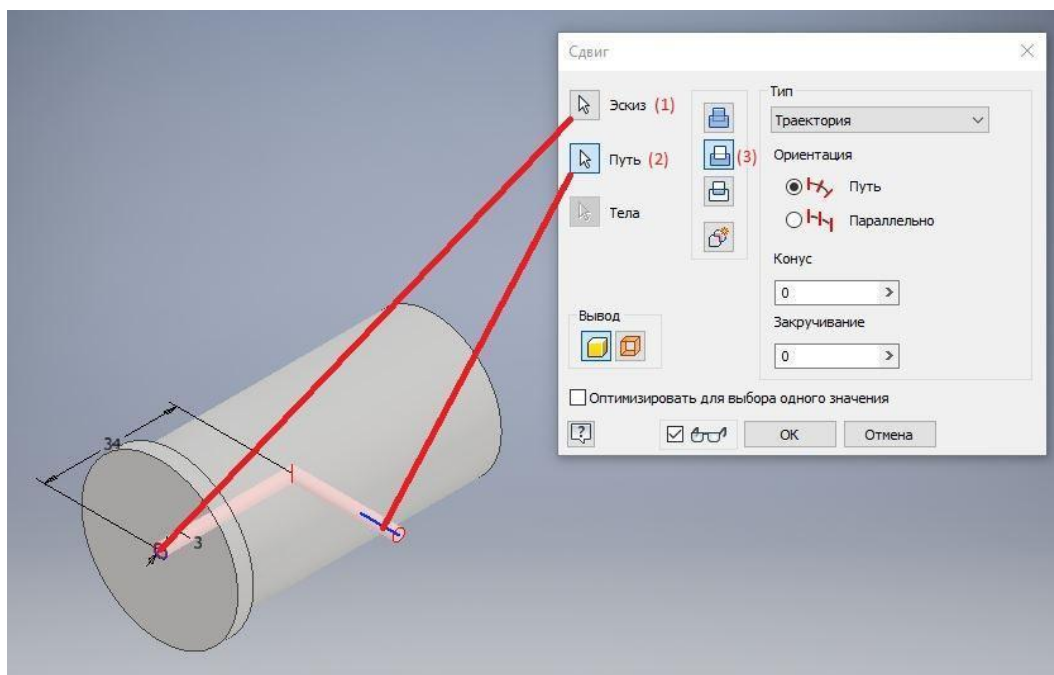

Рис. 5. Выполнение операции «Сдвиг»
Далее выберем инструмент «Сдвиг» и применим его, как показано на рис. 5, где (1) - выдавливаемый профиль, (2) - траектория выдавливания, (3) - метод создания объемного тела - вычитание (выбираем элементы, нажимая на них ЛКМ). Примем операцию.